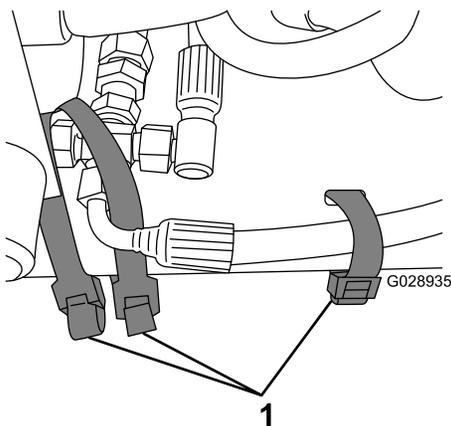

Figura 3
8. Asegúrese de que las mangueras de los motores de las carcasas laterales derecha e izquierda están apretadas contra el travesaño del chasis, y sujete el racor en cruz y las mangueras al bastidor con 3 bridas (Figura 3).